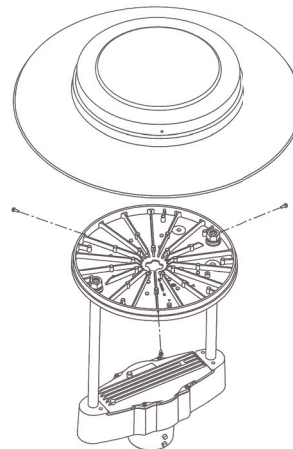

FIGURA 1
- ‡ Prenda o topo do dissipador de calor usando os parafusos do dissipador de calor (Veja Figura 1).